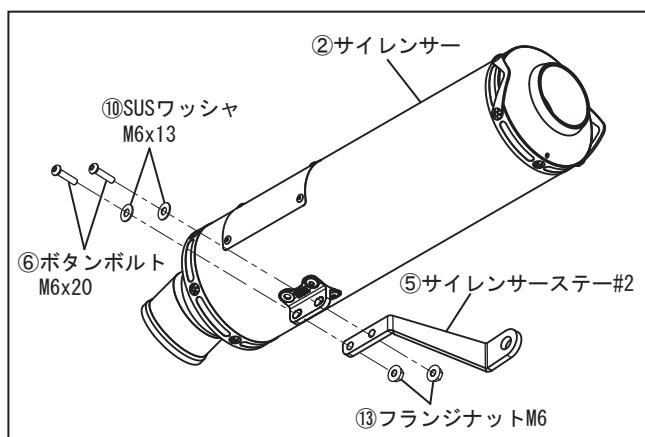

FIG. 12
9. ②サイレンサーに⑤サイレンサーステー#2を⑥ボタンボルトM6×20と⑩SUSワッシャM6×13、⑬フランジナットM6を使用して仮締めして下さい。(FIG. 12, 13 参照)